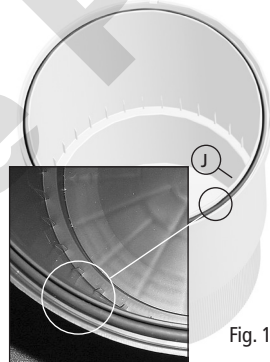

Fig. 1
- Antes de la primera puesta en marcha, es necesario instalar la junta tórica de la tapa del filtro (I), que se suministra en una bolsa de polietileno aparte. La junta tórica debe introducirse correctamente en su base en la parte superior del cartucho filtrante (fig. 1).